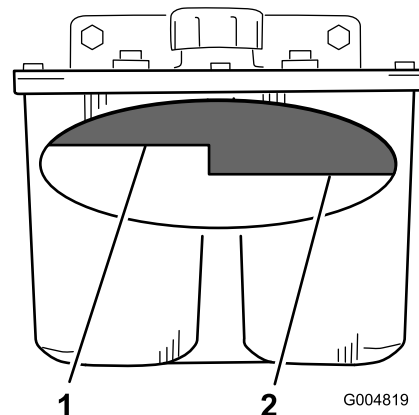

Figura 86
3. Limpie la zona alrededor del cuello de llenado del depósito hidráulico (Figura 86).
4. Retire el tapón del cuello de llenado y mire dentro para ver si hay fluido en el depósito (Figura 86).
**Nota:** El nivel de fluido debe llegar a la parte superior del nivel caliente del tabique cuando el fluido está caliente (Figura 86).